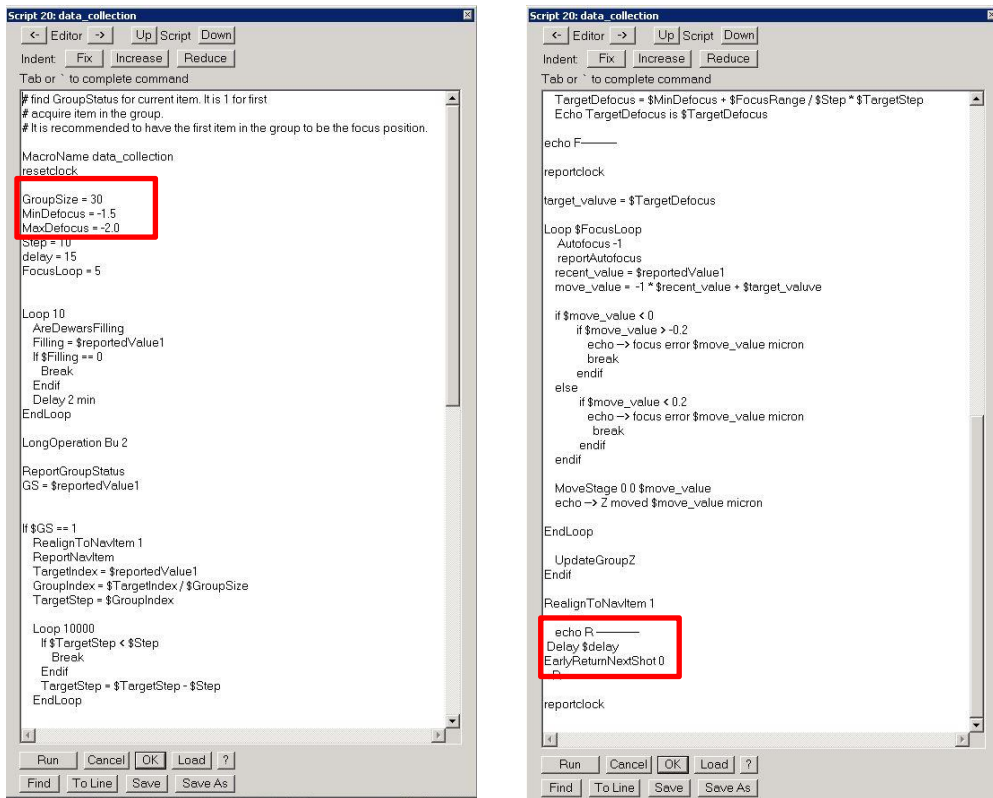

图 30
**6.1 设置收数据的 Defocus 值:** 如图 30 所示，Ctrl+data collection 打开脚本，在脚本中设置 Focus 值，例如 (min -1.8, max -2); 在 EarlyReturnNextShot 0 前+#: (加#显示数据图片，收集速度会慢，不建议加)。